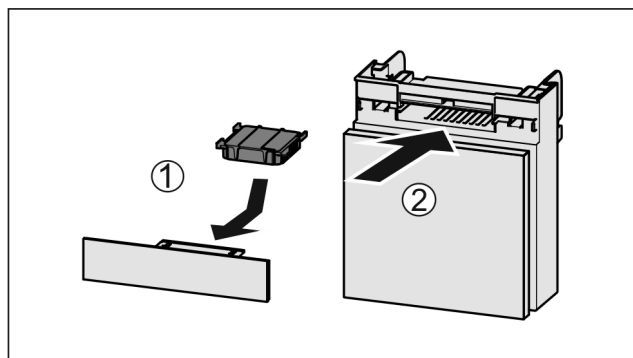

Fig. 190
- Inserire il vano Fig. 190 (2).